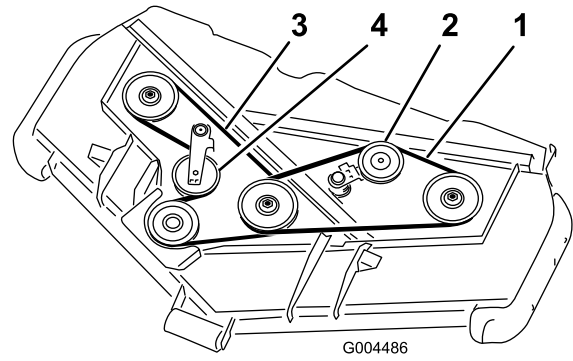

図 55
3. バールなどの工具を使って上ベルト用アイドルプーリ（図 55）をベルトから引き離してベルトの張りをなくす。
4. バールなどの工具を使って下ベルト用アイドルプーリ（図 55）をベルトから引き離してベルトの張りをなくす。
5. 図 55のように、ギアボックスプーリ、下ベルト用スピンドルプーリ、アイドルプーリに新しいベルトを回しかける。
6. 図 55のように、上ベルト用スピンドルプーリとアイドルプーリアセンブリに新しいベルトを回しかける。